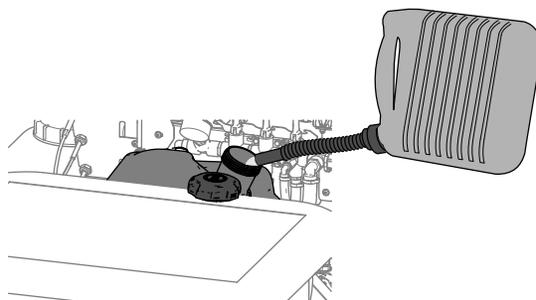

Figure 13
3. Nettoyez la surface autour du bouchon du réservoir de carburant et enlevez le bouchon (Figure 13).
4. Remplissez le réservoir de carburant (Figure 13) jusqu'au bas du goulot de remplissage. **Ne faites pas monter le carburant dans le goulot de remplissage du réservoir.**